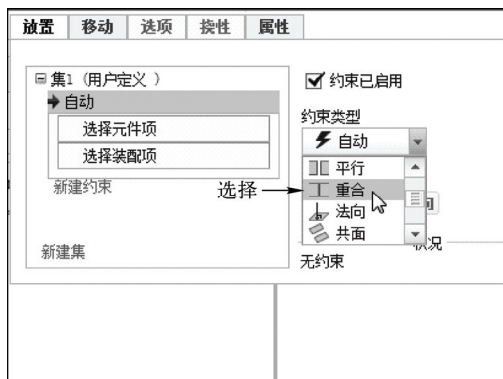

图 11-16 选择“重合”选项
STEP 02 用与上述同样的方法，打开一个零件，同时打开“元件放置”选项卡，单击“放置”按钮，弹出“放置”下滑面板，单击“约束类型”下拉列表框的按钮，在弹出的列表中选择“重合”选项，如图11-16所示。